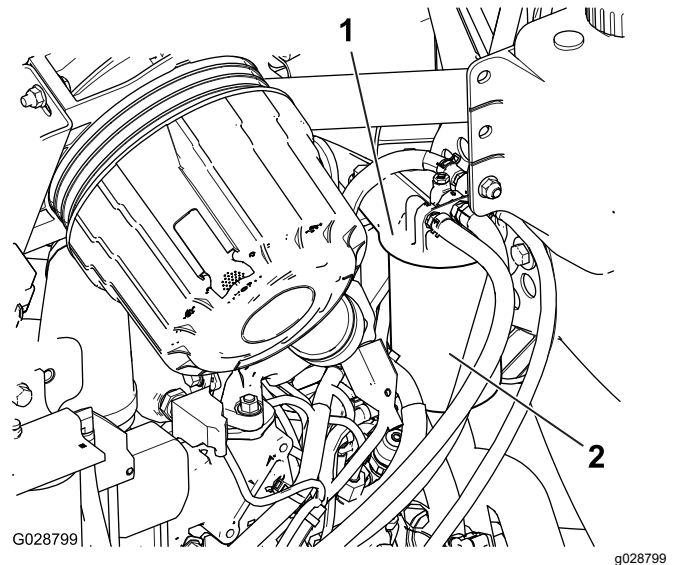

Figure 54
1. Nettoyez la surface autour de la tête du filtre à carburant (Figure 54).
2. Déposez le filtre et nettoyez la surface de montage de la tête du filtre (Figure 54).